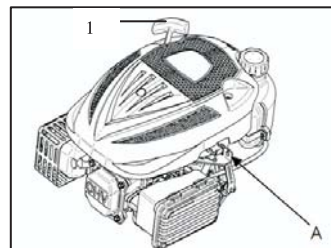

Fig.3 A. Kabelgat
Laat de startgreep (1) niet terug schieten tegen de motor. Laat de startgreep voorzichtig terugkeren naar zijn oorspronkelijke positie om schade aan de starter te voorkomen. (Fig.3)